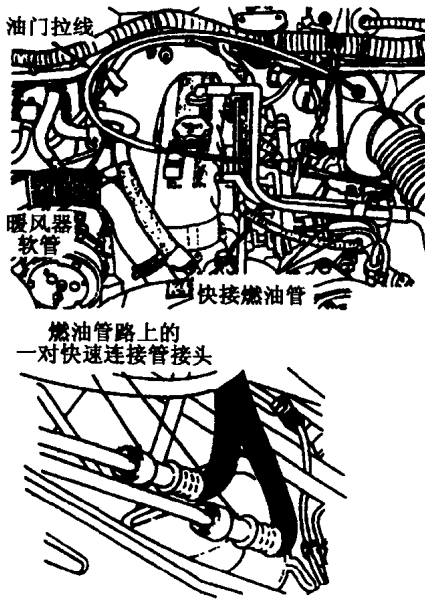

图 2-4 快接燃油管的位置
⑥拆下节气门（油门）拉线。拆下暖风机的软管。拆开燃油供应与反快接油管。拆下空调机的维修阀并压上压缩机接口盖。拆除真空助力器的制动真空压力单向阀，如图 2-4 所示。